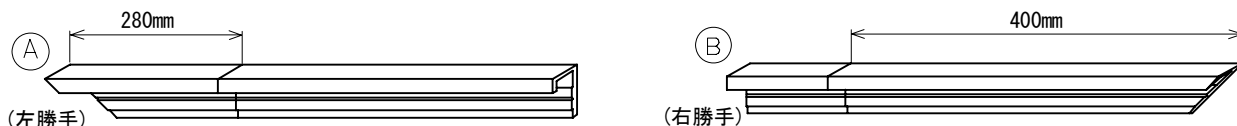

図12-4
①2種類の見切り部材を所定の長さにカットしてください。(図12-4)